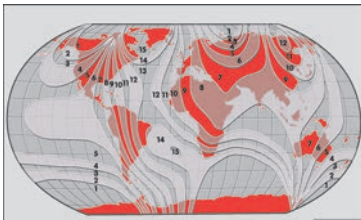

Abb. 35 Kompasszonen.
- Kompasszone entsprechend dem aktuellen Standort auswählen » **Abb. 35**.